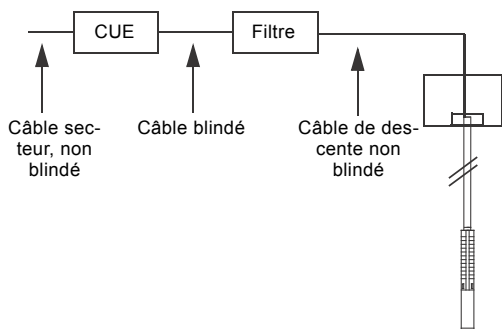

Fig. 22 Exemple d'installation sur sites insensibles aux interférences CEM
- installation sur sites insensibles aux interférences CEM. Voir fig. 22.